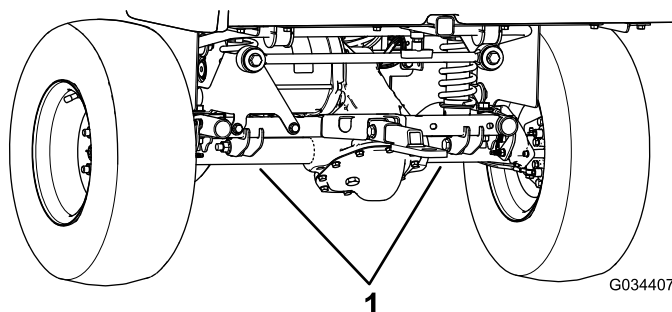

Figura 25
- O ponto de elevação traseiro encontra-se por baixo das bainhas do diferencial (Figura 25).